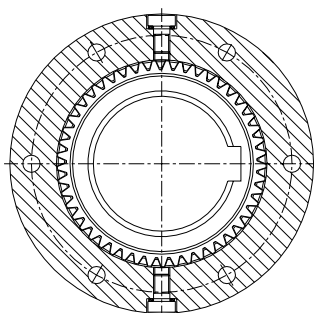

figura 27: posición vertical de los tornillos
- Gire el acoplamiento hasta que los tornillos de los orificios estén en posición vertical (ver figura 27)